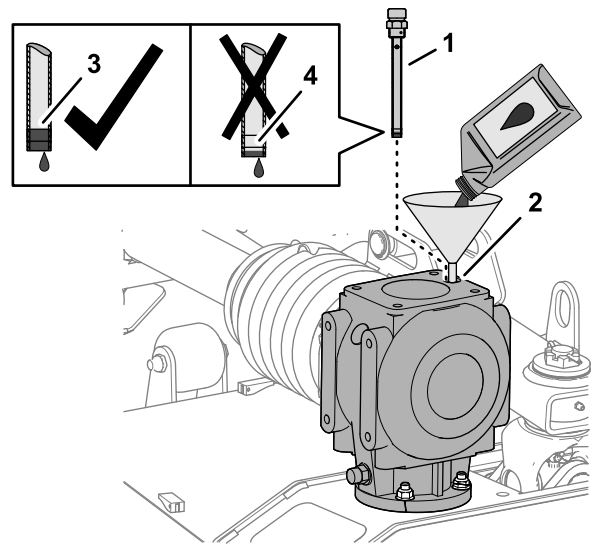

Figura 63
1. Añada 1.064 ml (36 onzas fluidas) del lubricante para engranajes especificado a la caja de engranajes a través del orificio de llenado (Figura 63).
2. Enrosque la varilla en el orificio, retire la varilla y compruebe el nivel de lubricante (Figura 63).
4. Enrosque la varilla en el orificio de llenado y apriete la varilla (Figura 63).